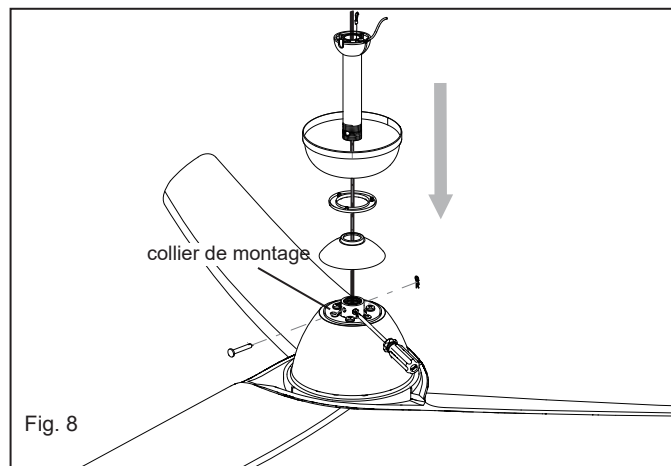

Fig. 8
- 6 Placez la tige de suspension filetée dans le collier de montage jusqu'à ce que les trous soient alignés. Insérez la goupille de la tige de suspension dans les trous du collier de montage et de la tige de suspension, fixez la goupille fendue dans le petit trou à l'extrémité de la goupille de la tige de suspension pour maintenir la tige de suspension en place. Serrez les deux vis de réglage sur le coupleur. (Fig. 8)